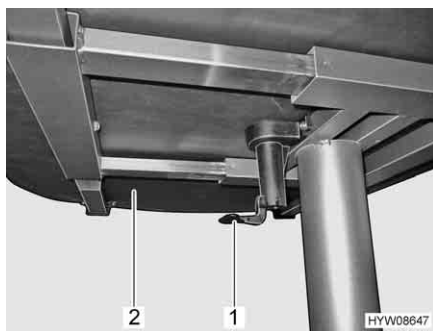

Fig. 87 Leva per spostare il piano del tavolo
- Tirare o spingere la leva (Fig. 87,1) verso il basso.
- Spingere il piano del tavolo (Fig. 87,2) nella posizione desiderata.